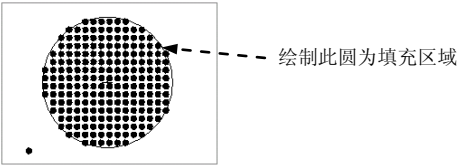

图 4.6.4 绘制填充区域
(2) 进入草绘环境后，绘制图 4.6.4 所示的草绘图作为填充区域。
说明：图 4.6.4 所示的圆的定位在此并没有作严格的要求，用户如有需要可对其进行精确定位。